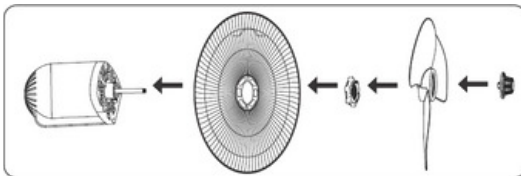

Abb. 3
3. Montieren Sie das hintere Gitter, die Kunststoffmutter, die Flügel und den Flügelrotor auf der Motorwelle und befestigen Sie sie (Abb. 3).